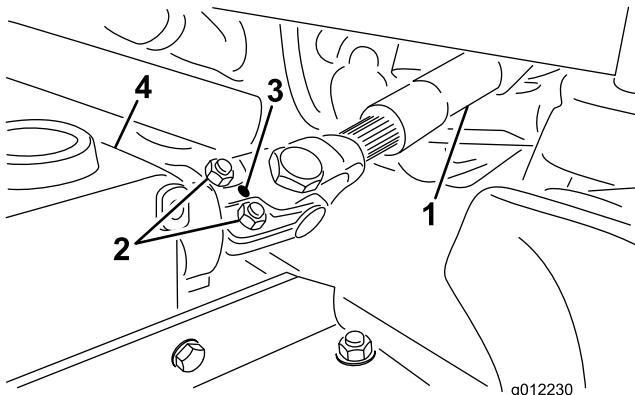

Figura 4
- A. Retire o pino de segurança da culatra da extremidade e eixo da transmissão (Figura 4).
- C. Prenda a culatra da extremidade do veio propulsor da tomada de força ao pino de segurança (Figura 4).
- D. Aperte as porcas de bloqueio para prender a culatra da extremidade ao veio da caixa de velocidades (Figura 4). Aperte as porcas de bloqueio com uma força de 20 a 25 Nm.